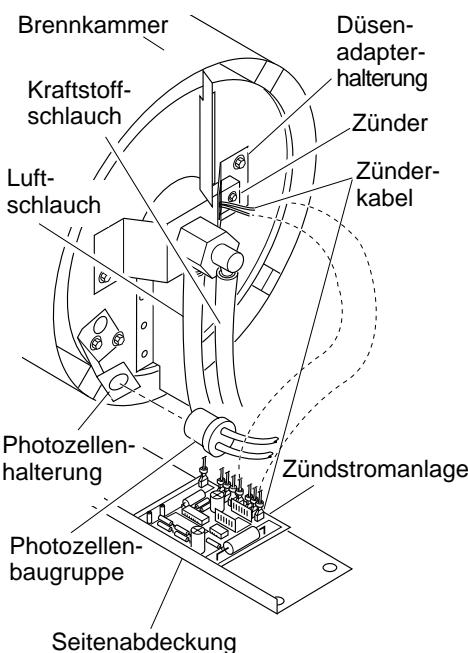

Abbildung 11 - Zündkabel von der Zündstromanlage abtrennen
4. Die Zünderkabel (schwarz) von der Zündstromanlage abtrennen (siehe Abb. 11). Die Zünderkabel durch das Loch im unteren Gehäuse nach oben ziehen.
5. Die Kraftstoff- und Luftschloräume abtrennen. Die Photozelle aus der Photozellenhalterung entfernen (siehe Abb. 11).